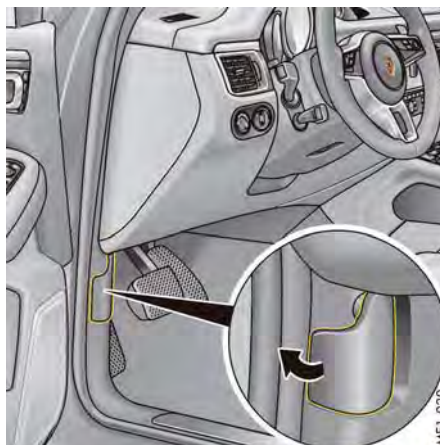

図211: ボンネットのロックを解除する
2. リリース・レバー（図211）を引いてください。
2. ボンネットが両方のロック部に確実にハマり、リリース・レバー(図211)が初期位置に戻っていることを確認してください。